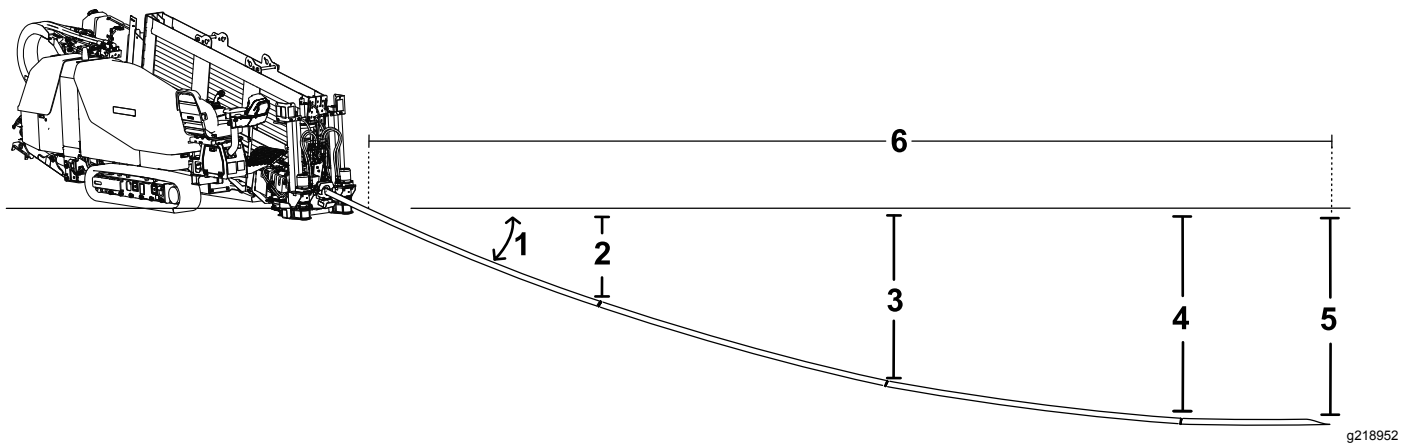

Figura 45
- Se insertan los primeros 3 m (10 pies) de broca/tubo en el suelo sin desviación. El extremo de la broca está a una profundidad de 53 cm (21") (Figura 45).